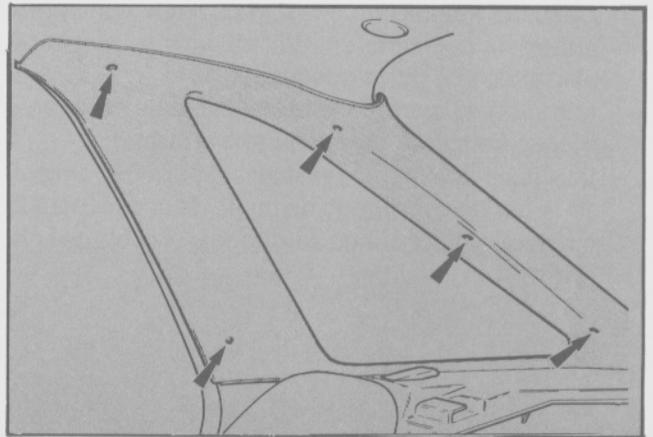

Fig. 34 - Fijación del tapizado de los parantes "C" y "D".
- Montar el tapizado de los parantes "C" y "D" (Fig. 34).